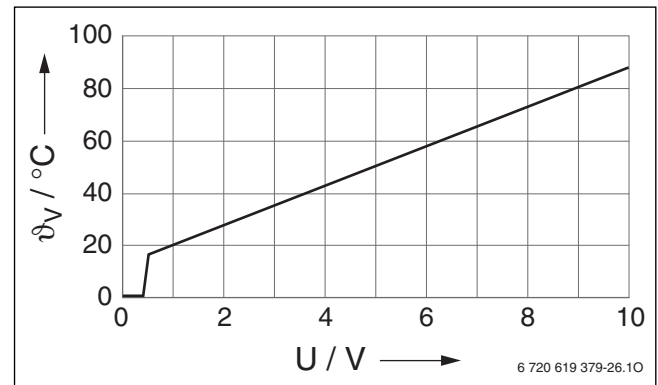

Bild 11 Kennlinie Störmeldemodul EM10 (Sollwerte)
Anhand eines 0-10-V-DC-Signals ist eine Steuerung über die Vorlauftemperatur oder über die Leistung möglich (→ Bild 11).
- Ansteuerung des Heizkessels mit einem externen 0-10-V-Gleichspannungssignal. Über das 0-10-V-Gleichspannungssignal wird dem Heizkessel eine Vorlauftemperatur (→ Bild 11) oder eine Leistung vorgegeben.